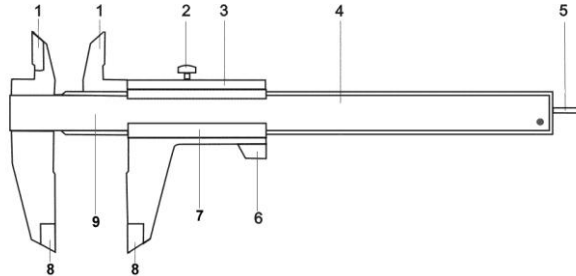

Рис. 1
1.1. Штангенциркули с глубиномером (тип I) представляют собой профессиональный инструмент, предназначенный для измерения наружных и внутренних линейных размеров в различных отраслях промышленности. Штангенциркули с ценой деления нониуса (точностью) 0,05 мм имеют две пары губок, служащие для измерения наружных (нижние губки 8) и внутренних (верхние губки 1) размеров, и рейки глубиномера 5 (Рис.1) для измерения высоты уступов, глубин пазов, проточек и т. д.
1.3. Устройство штангенциркулей (Артикул 10745, 10746, 10747) представлено на Рис.1
3.2. Проверяют плавность хода подвижной рамки 3 и нулевую установку шкалы 9 и нониуса 7 (Рис.1).
### 5. ПОРЯДОК РАБОТЫ (Рис.1)